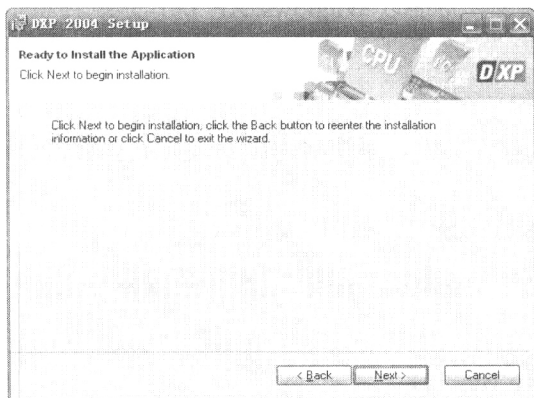

图 1-5 准备安装
- (6) 单击 **Next** 按钮，进入准备安装窗口，如图 1-5 所示。